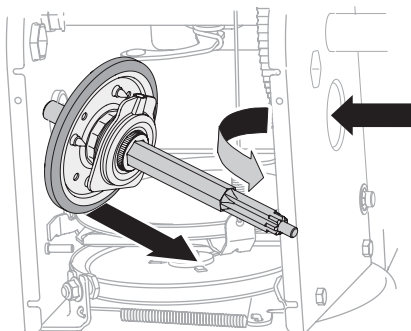

Figura 4-22
6. Con cuidado, ubique el eje hexagonal hacia abajo y hacia la izquierda antes de deslizar con precaución el conjunto de la rueda de fricción fuera del eje. Consulte la Figura 4-22.